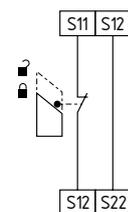

Fig. 7
**Surveillance de protecteur à 1 canal avec dispositifs d'interverrouillage selon ISO 14119 (voir Fig. 7)**